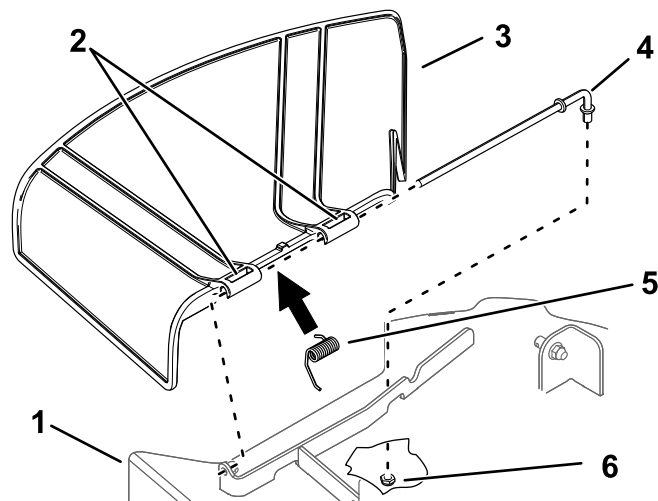

Figure 73
- Retirez l'écrou ($\frac{3}{8}$ po) de la tige, sous le tablier de coupe (Figure 73).
2. Sortez la tige de la courte cheville de positionnement, du ressort et du déflecteur d'herbe (Figure 73).
4. Montez le nouveau déflecteur d'herbe (Figure 73).
7. Insérez la tige dans le deuxième support du déflecteur d'herbe (Figure 73).
9. Fixez l'extrémité arrière de la tige dans le tablier de coupe à l'aide d'un écrou ($\frac{3}{8}$ po), comme montré à la Figure 73.